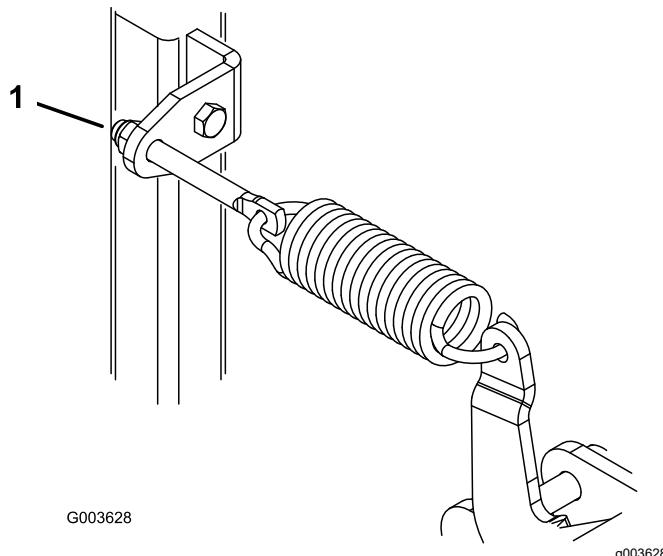

图 15
2. 顺时针旋转弹簧调节螺母图 15 以升起刀片逆时针旋转以降下刀片。